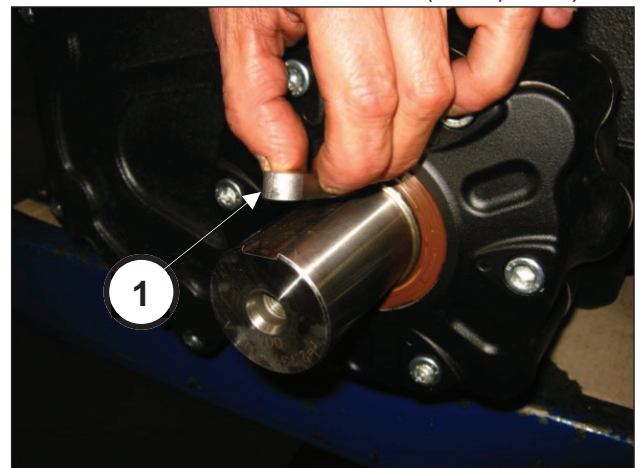

Abb. 2
Lassen Sie die Ölfüllung der Pumpe vollständig ab und entfernen Sie die Passfeder von der Welle (Pos. ①, Abb. 2).